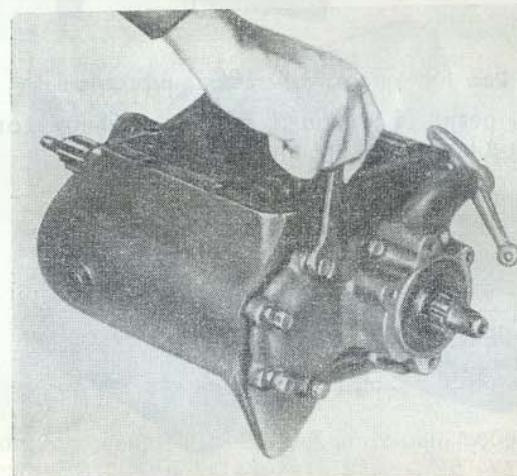

Рис. 100. Установка крышки задних подшипников коробки передач автомобиля УАЗ-451М
20. Установить собранную крышку задних подшипников на картер, закрепив ее восемью болтами с пружинными шайбами (рис. 100).